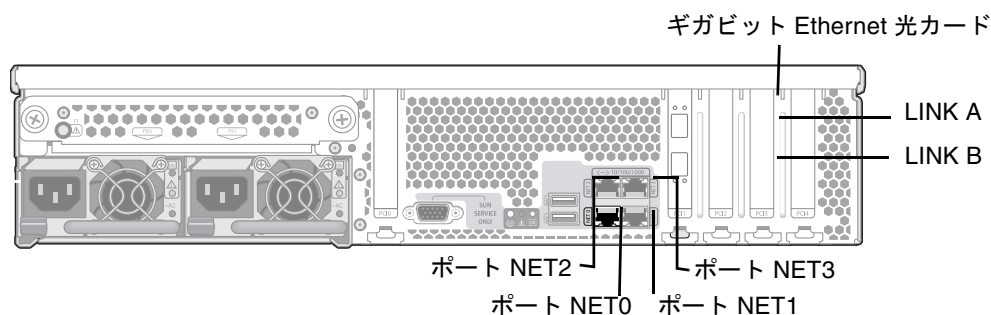

図 5-42 サーバー 2 台の HA 構成の NIC ポート
サーバー 2 台構成の Sun StorageTek 5320 NAS Gateway Cluster システムは、一般にボード上の 4 つのギガビット銅ポートと 2 枚のデュアルポートギガビット Ethernet カードを使用して構成されます (図 5-42 を参照)。
- 使用している LAN からの Cat5 (100BASE-T ネットワークの場合) または Cat5e (1000BASE-T ネットワークの場合) の Ethernet ケーブルを、各サーバーの背面にある NIC NET1、NET2、または NET3 ポートに接続します。NIC ポートの位置については図 5-42 を参照してください。
- 各サーバーの背面にある、上部のギガビット Ethernet 光コネクタ (LINK A) にネットワークからのネットワーク光ケーブルを接続し、下部のギガビット Ethernet 光コネクタ (LINK B) にネットワークからの別のネットワーク光ケーブルを接続します。NIC ポートおよびギガビット Ethernet 光ポートの位置については図 5-42 を参照してください。